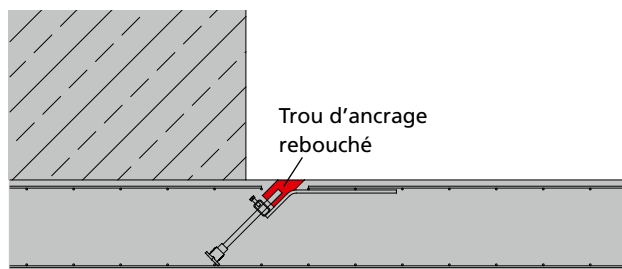

Fig. 16.5
5. Dernière étape : procéder au rebouchage du radier béton en tenant compte des mesures anti-corrosion préalablement définies (fig. 16.5).